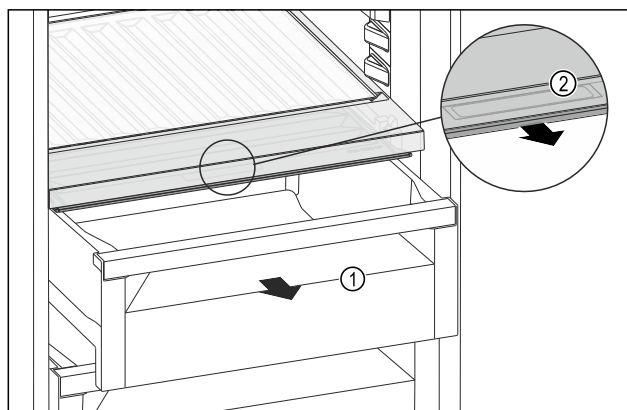

Fig. 122
- ▶ Izvucite ladicu Fig. 122 (1).
- ▶ Primite ručku Fig. 122 (2) na poklopcu pretinca i istodobno povucite poklopac pretinca prema naprijed.